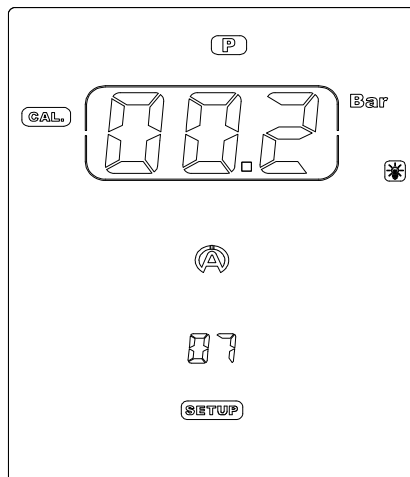

Abbildung 21
- Die Kalibrierung des Drucksensors empfiehlt sich, wenn die Ziffernanzeige einen Druckwert anzeigt, obwohl noch kein Druck im Tyrecontrol gespeichert wurde (Beispiel: Abbildung 21). Die Spitze des Tyrecontrol muss während der Kalibrierung frei bleiben.